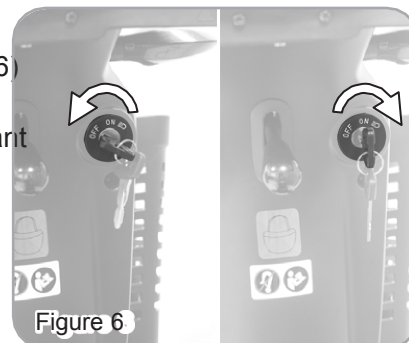

Figure 6
- Tourner la clé vers la droite - Allumer le scooter.(Figure 6)